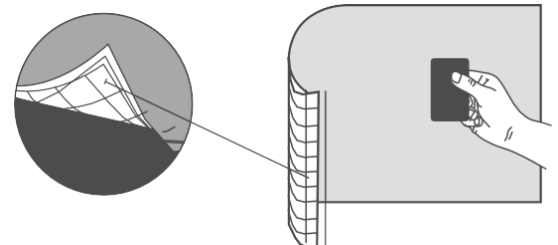

Figura 3: Tecnologia 3M™ Comply™ per il rilascio dell'aria
- Facile applicazione - La tecnologia 3M™ Comply™ elimina ogni tipo di bolla, semplificando e velocizzando l'applicazione (Figura 3).